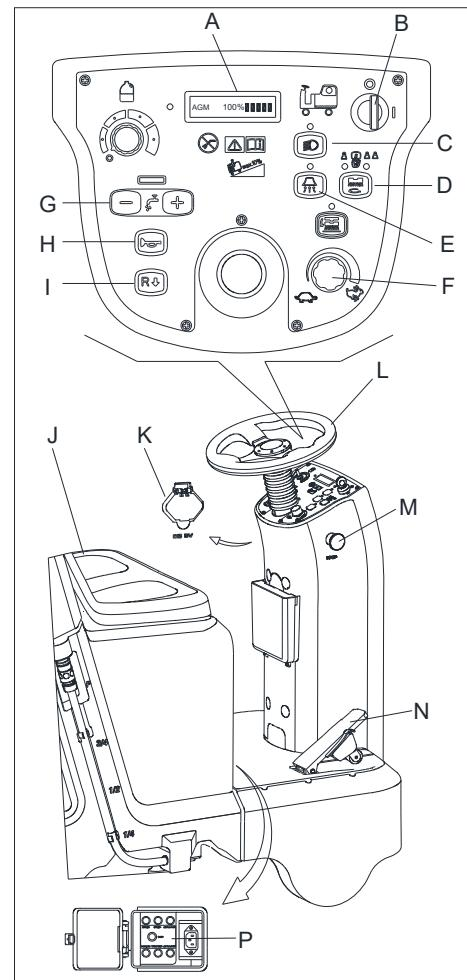

Abbildung 12
- Setzen Sie sich auf den Sitz (J, Abbildung 12), stecken Sie den Schlüsselschalter ein (B) und drehen Sie ihn in die „I“ Stellung. Wenn der LCD-Bildschirm (A, Abbildung 12) 100 % beträgt, sind die Batterien für den Gebrauch vollständig aufgeladen. Wenn der LCD-Bildschirm (A, Abbildung 12) 10 % beträgt, müssen die Batterien vor dem Betrieb aufgeladen werden. [Informationen zum Laden von Batterien finden Sie in den Kapiteln WARTUNG]
- Drücken Sie die Starttaste (D, Abbildung 12), um die Maschine zu starten. Die Rakel und die Bürsten werden automatisch auf den Boden abgesenkt und der Saugmotor fängt an zu laufen.
- Drücken Sie auf das Beschleunigungspedal (N, Abbildung 12), fahren Sie die Maschine nach vorwärts oder rückwärts mit dem Lenkrad (L, Abbildung 12) und dem Vorwärts/Rückwärtsschalter (I, Abbildung 12), Sie können die Geschwindigkeit mit dem Geschwindigkeitsanpassungsknauf (F, Abbildung 12) anpassen.
- Passen Sie den Durchfluss des Lösungsmittels den Reinigungsanforderungen mithilfe der Einstellungstaste (G, Abbildung 12) an.
- Sie können Ihr Telefon oder Pad mit dem USB Ladeport (K, Abbildung 12) aufladen, wenn der Schlüsselschalter (A, Abbildung 12) in der „EIN“ Stellung ist.
- Drücken Sie die Huptaste (H, Abbildung 12), falls es notwendig
- Drücken Sie ggf. die Notruftaste (M, Abbildung 12) für den Nothalt der Maschine.
Der Bürstenmotor, Vakuummotor, Antriebsmotor und der Regelkreis sind durch einen Überlastungsschutz geschützt (P, Abbildung 12). Wenn sich der Überlastungsschutz auslöst, stellen Sie ihn nicht sofort, ohne die Ursache zu kennen, wieder ein und stellen Sie sicher, dass der Motor vor dem Neueinschalten abgekühlt ist.
- Lassen Sie das Beschleunigungspedal los (N, Abbildung 12), die Maschine hält an.
- Drücken Sie die Starttaste (D, Abbildung 12), um die Bürsten und den Saugmotor anzuhalten. Die Bürsten und der Rakel werden automatisch vom Boden abgehoben. Das Vakuumsystem wird nach einigen Sekunden geschlossen.